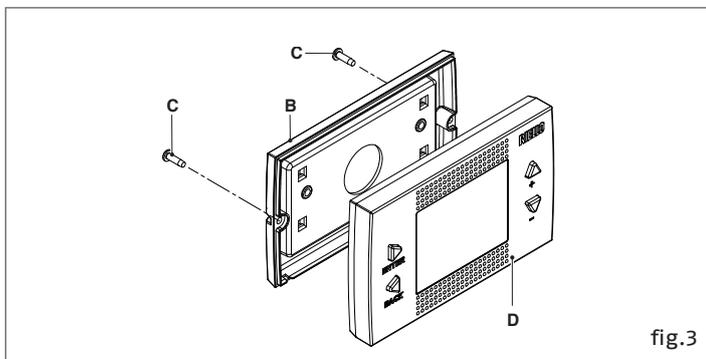

fig.3
- Far passare il cavo attraverso il guscio inferiore (B), fig. 3.
- Assemblare il guscio al pannello comandi utilizzando le 2 viti (C), fig. 3, fornite a corredo.